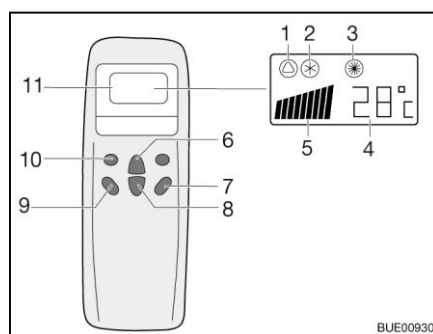
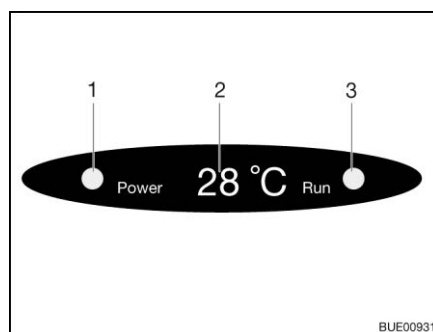

Fig. 238 Telecomando
Fig. 239 Display su diffusore
- Premere il tasto "ON/OFF" (Fig. 238,7).
- Premere il tasto "Mode" (Fig. 238,10) spesso, finché la modalità desiderata (Fig. 238,1, 2 o 3) viene visualizzata sul display. La spia di controllo relativa sul display sul diffusore (Fig. 239,3) si accende.
- Con i tasti di aumento della temperatura (Fig. 238,6) o di riduzione della temperatura (Fig. 238,8) regolare la temperatura desiderata.
- Con il tasto numero di giri ventola (Fig. 238,9) selezionare il livello desiderato per la ventola.